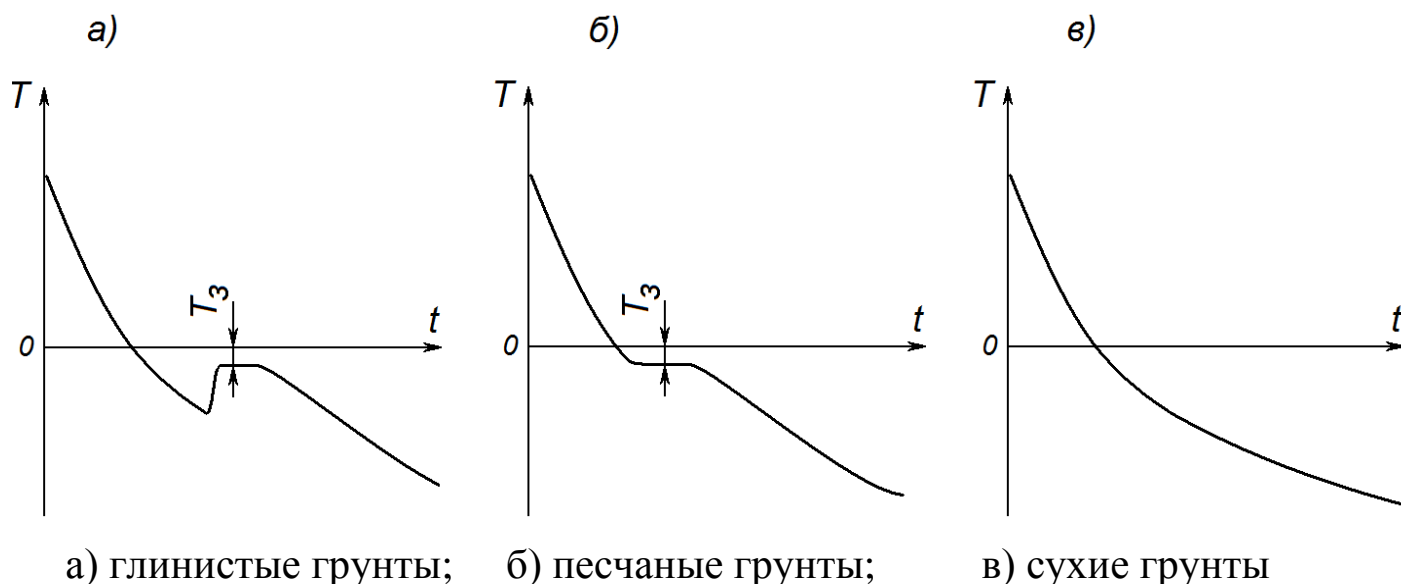

Рисунок 4 – Графики изменения температуры от времени при замораживании различных грунтов
2.5.4.1 Температура начала замерзания грунта определяется по изменению температуры грунта в процессе замерзания (рисунок 4). Характер изменения температуры зависит от состава грунта, влажности и наличия в составе грунта соли. Температура начала замерзания грунта характеризуется постоянной во времени температурой грунта (полочка).
Участок графика параллельный оси времени  $t$  (рисунок 4а, 4б) характеризует резкий переход большей части воды в лед. Время, в течение которого температура грунта остается одной и той же (длина полочки), зависит от влажности грунта. В грунте с малым содержанием влаги полочка отсутствует и температуру замерзания такого грунта определить невозможно (рисунок 4в).